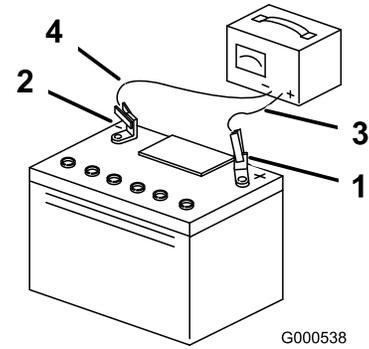

図 53
4. 充電が終わったら、チャージャのプラグをコンセントから抜いてから、チャージャのリード線をバッテリー端子から外す（図 53）。